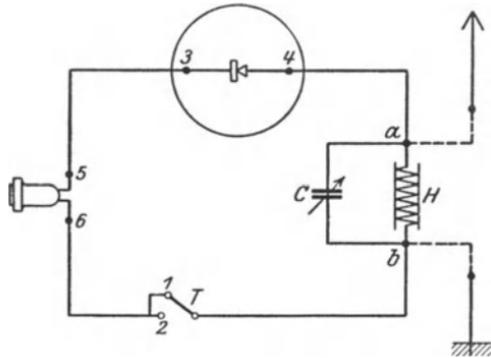

Abb. 10. Wellenmesser als Empfänger.
b) Wellenmesser als Empfänger: Abb. 10. Der Wellenmesser kann aber auch als Empfänger in Detektorschaltung verwendet werden. In diesem Falle bleibt die Wabenspule zwischen a und b , an welche Pole gleichzeitig Antenne—Erde gelegt werden. Hebel in Tasterstellung 2. An Stelle des Summers wird der Detektor in die Buchsen 3 und 4 gesteckt.